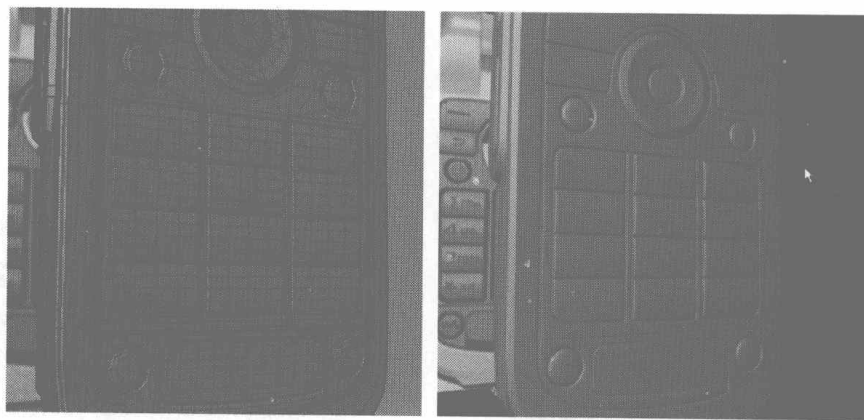

图 4.623
- 63** 综合上述的制作按键方法来制作其他的按钮，这里不再赘述，效果如图 4.623 所示。